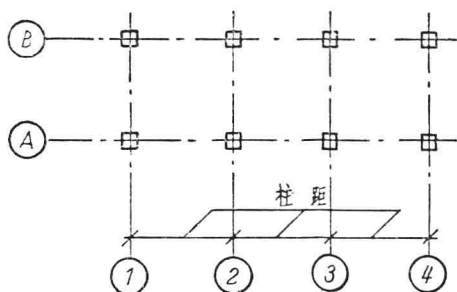
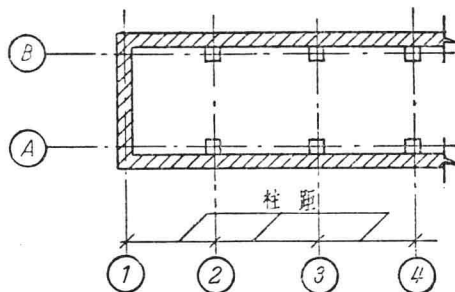

图 4 柱距注法之一
图 5 柱距注法之二
(1) 查明标题、比例及看懂注解。
(2) 查看总长尺寸和总宽尺寸。知道了总尺寸后, 就可了解新建的房屋要占多大面积。
(3) 查看柱距。柱距是指柱子中心线到邻近另一柱子中心线的距离, 如图 4。当房屋端部没有柱子时, 可从山墙中心线算起, 如图 5。同时把每排柱子连同山墙在内, 从左到右地用阿拉伯数字编号, 在垂直方向也用汉语拼音字母从下到上地编成号码。这些号码就是轴线编号。有了这些编号的轴线, 就可以用来放灰线。如果施工过程中发现问题, 也便于查阅。